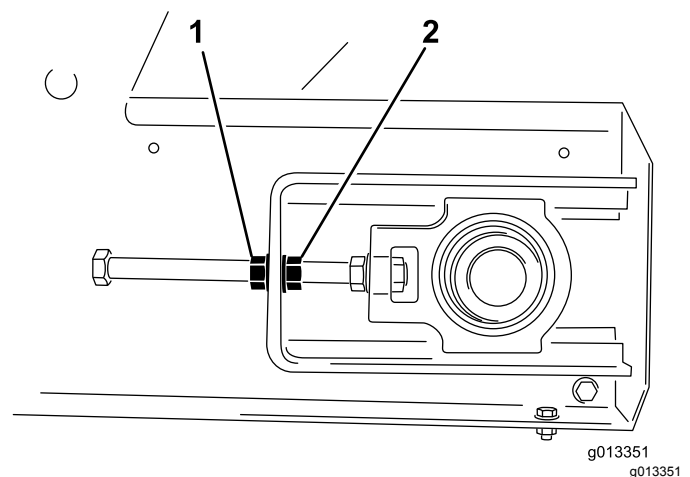

図 55
4. テンションロッドが回らないようにロッドの端部をレンチで押さえながら、もう本のレンチでロッキングナットロッドの端部に一番近いナットをゆるめる 図 55。
3. ベルトが寄ってくる側で調整する。テンションロッドが回らないようにロッドの端部を押さえながらロッキングナットをゆるめ、調整ナットをナットの面分締めつける 図 55。